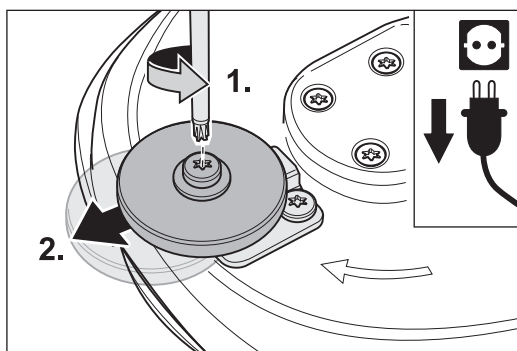

Abb. 64 Die Schraube lösen (1.) und die Wandschutzrolle verschieben (2.).
- 3 Lösen Sie mit dem Universalschlüssel die Schraube in der Mitte der Wandschutzrolle (Abb. 64, 1.) und schieben Sie die Wandschutzrolle in die vordere Position (Abb. 64, 2.).
- 3 Entfernen Sie mit dem Universalschlüssel die Schraube in der Mitte der Wandschutzrolle (Abb. 64, 1.).